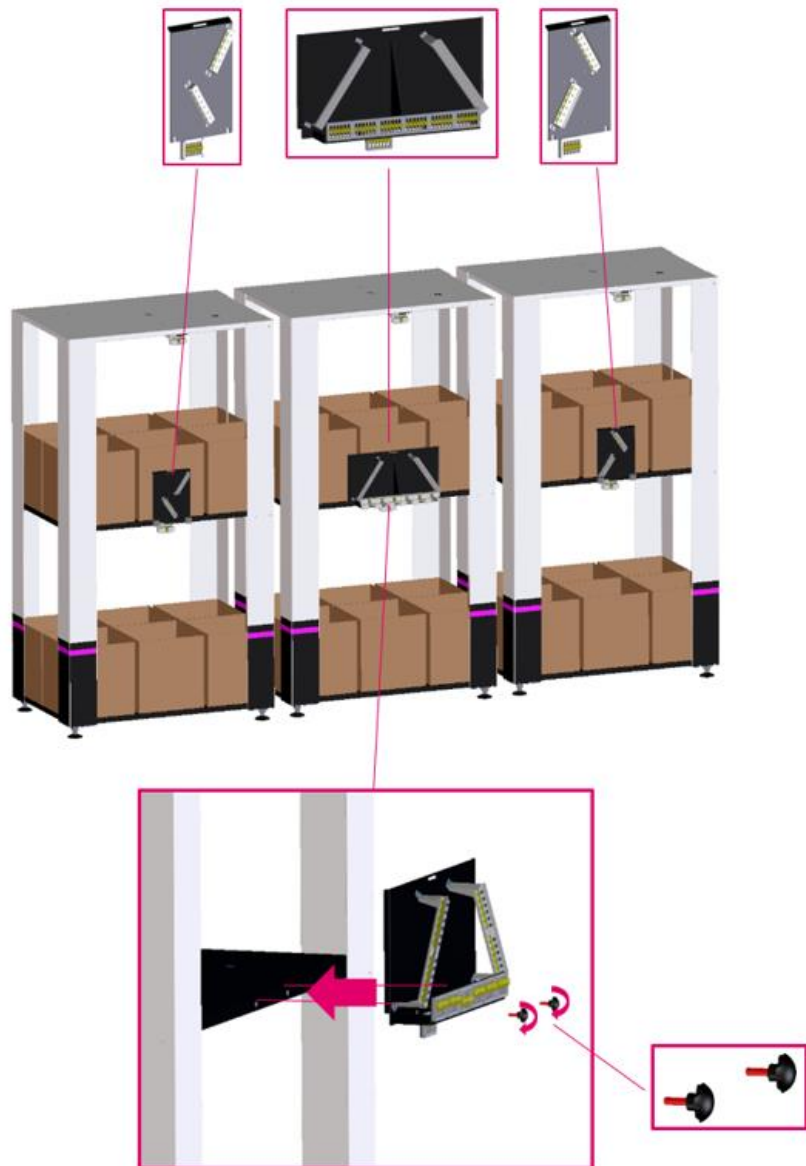

Fig. 11: Montage afbuigingen aan draaddepot
2. De afbuigingen voor de centrale unit (XL) en het extra moduul (XL) worden dan aan het draaddepot (XL) bevestigd zoals weergegeven in Fig. 11.